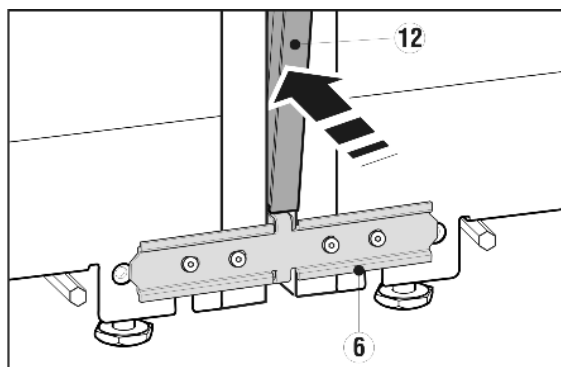

Fig. 7
- ▶ Перед установкой сведите обе перемычки планки из нержавеющей стали Fig. 7 (12) вместе по всей длине. Так планка легче войдет в зазор. Для вдавливания планки используйте мягкую ткань, чтобы не допустить образования вмятин на ее поверхности. Планку следует вдавливать аккуратно и прямо, чтобы получить оптимальное соединение.
- ▶ Вдавите длинную планку из высококачественной стали Fig. 7 (12) в вертикальную щель на передней стороне: Обратите внимание, что планка опирается на крепежный уголок Fig. 7 (6).